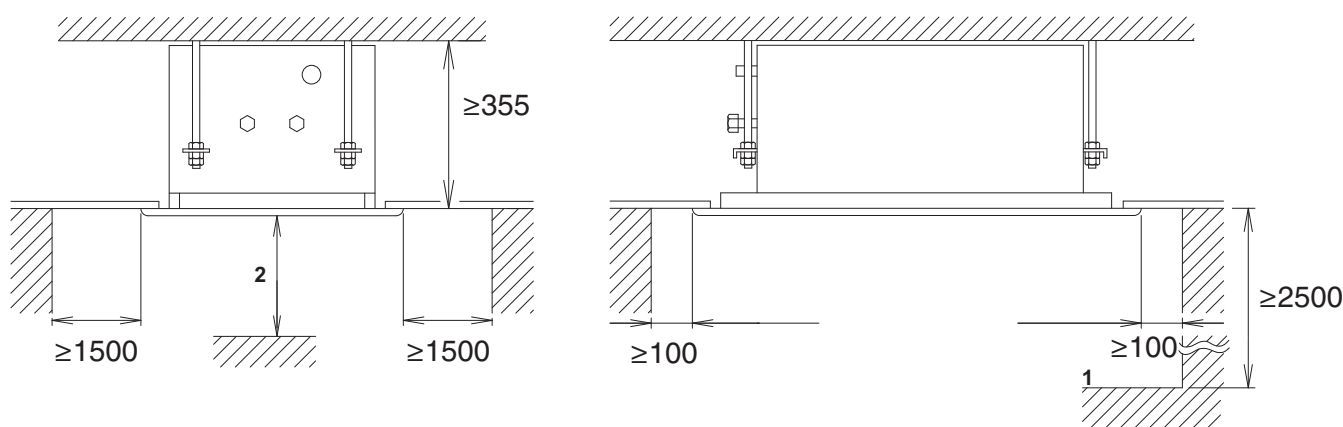

Bild 1
(1) Välj en installationsplats som uppfyller följande villkor och få kundens godkännande.
- Där tillräckligt utrymme för installation och underhåll kan tillgodoses. (Se bild 1)